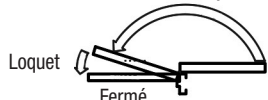

Fig. 1 Cycle de fermeture standard
Réglage de la vitesse de fermeture (Fig. 1 & 2) • Valve "S" contrôle la plage de balayage • Valve "L" contrôle la plage de verrous
- Retirer la vis de l'avant-bras de la tige de réglage et démonter le bras. Voir Figure 1, attachez la chaussure du bras (avec la tige) à la face du cadre.
- Retirer la vis de l'avant-bras de la tige de réglage et démonter le bras. Voir figure 1, attachez la chaussure du bras (avec la tige) à la face du cadre.